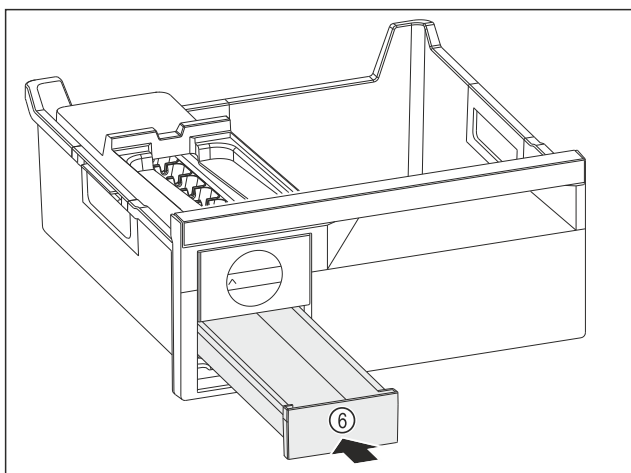

Fig. 122
- ▶ Встановіть форму для льоду Fig. 122 (6).